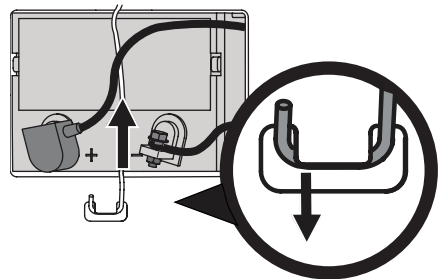

Figura 13
3. Extraiga el soporte de sujeción de la batería empujando el extremo de acoplamiento hacia afuera de la lengüeta de la tapa de protección que está a la derecha de la batería. Luego levante el soporte de sujeción de la batería para liberar la batería. Consulte la Figura 13.